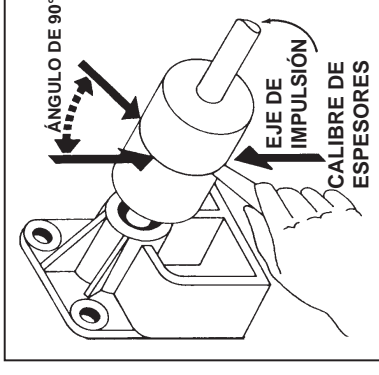

FIGURA 6
8. Para evitar un desalineamiento angular, inserte un dispositivo de medición (calibre de conicidad o calibre de espesores) entre las superficies de acoplamiento en cuatro lugares separados 90 grados. (Vea las flechas en la figura 6) y mida la separación en cada uno de los cuatro lugares. Si la alineación es correcta las cuatro medidas deben ser iguales. Es posible que se requiera volver a usar calzos para lograr esta alineación.